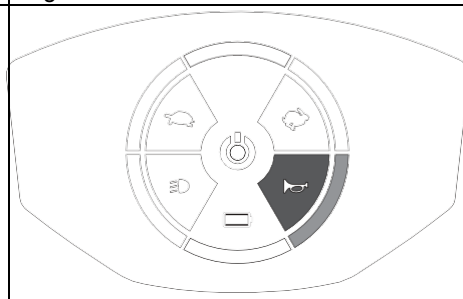

Figura 9
- Prima o botão da buzina para fazer soar a campainha. O som e a luz da campainha irão durar até soltar o botão da buzina. (Figura 9)